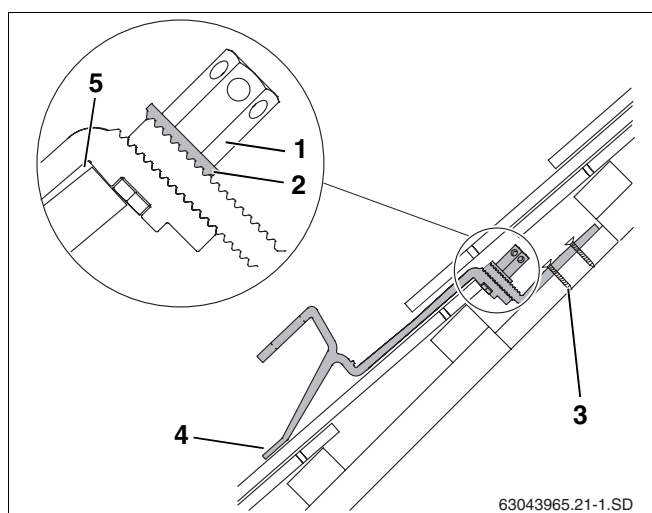

Fig. 19 Crochet de fixation monté – coupe avec partie inférieure du crochet raccourcie
- Poser le support à l'avant sur la tuile de manière à ce qu'il soit posé dans le creux de la tuile en cas de charge (fig. 19, **pos. 4**).
Le crochet de fixation doit avoir un peu de jeu au niveau du bord supérieur de la tuile (fig. 19, **pos. 5**). Si nécessaire, adapter le haut de la tuile.
La rondelle dentelée (fig. 19, **pos. 2**) doit s'encraster dans les dents de la partie inférieure du crochet.
- Serrer l'écrou long à tête hexagonale (fig. 19, **pos. 1**). Pour cela, introduire la clé plate SW5 dans la perforation de l'écrou et tourner.
- Fixer la partie inférieure du crochet au chevron ou à la planche/au madrier à l'aide des vis appropriées au moins dans la première (fig. 19, **pos. 3**) et la deuxième perforation.